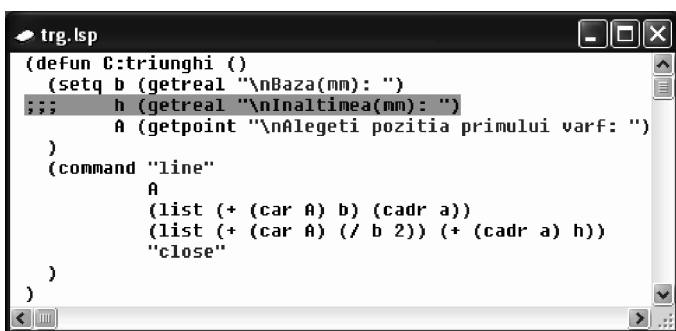

Fig. 12.6 Transformarea unei linii în comentariu
7. Se selectează linia `h (getreal "\nInaltimea(mm): ")`. Din meniul grafic **Tools**, se selectează pictograma *Comment block*. Linia este transformată în comentariu – Fig. 12.6.